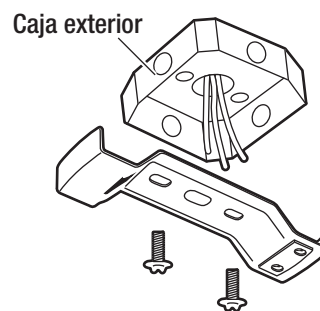

Figura 4
- Asegure la barra de soporte a la caja de salida del techo como se muestra en la Figura 4 usando dos tornillos y arandelas (no suministrados). Asegúrese de que la barra de soporte esté nivelada. Puede necesitar insertar arandelas adicionales (no suministradas) entre la caja de salida y la barra de soporte para nivelar.